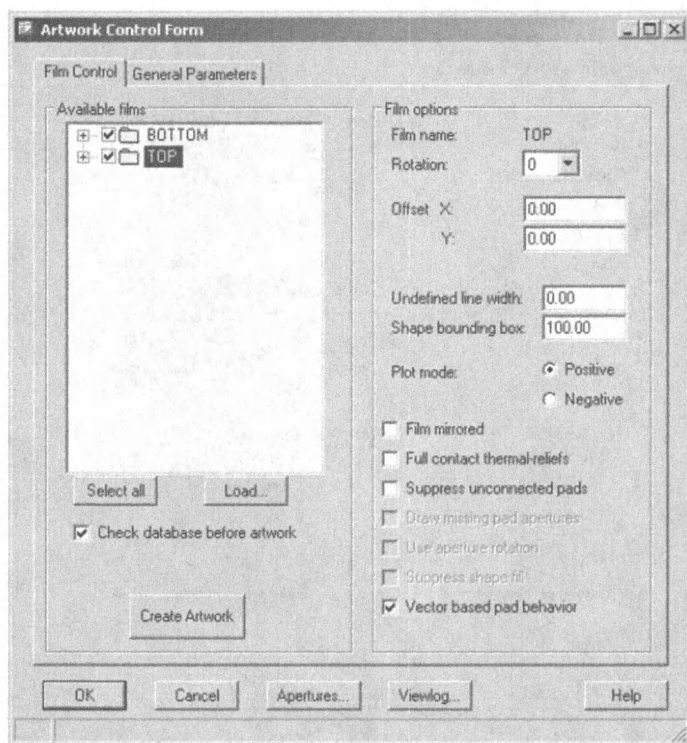

Рис. 21.66. Установка параметров Artwork Control Form
6. Установите флажки, соответствующие слою (слоям) пленки в диалоговом окне Artwork Control Form. Для нашего случая выбраны как верхний (TOP), так и нижний (BOTTOM) слои (рис. 21.66).